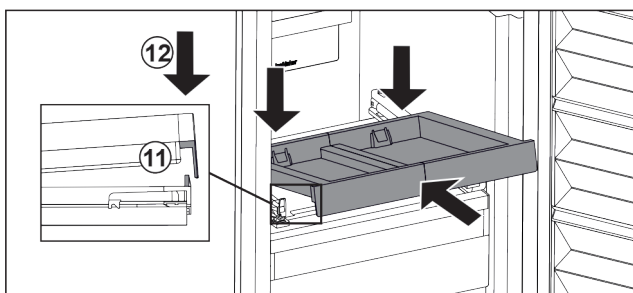

Fig. 32
- ▶ Zasuňte ju šikmo. Dbajte na to, aby sa na oboch stranách doraz nachádzal za sponou. Fig. 32 (11)
- ▶ Zložte vyťahovaciu poličku vpredu. Fig. 32 (12)